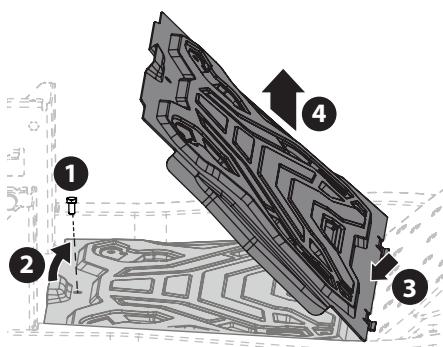

Figure 34
- À l'aide de l'outil multiple (le cas échéant) ou d'une douille de 1,25 cm (1/2 po), retirez la vis à tête hexagonale (a) qui maintient le panneau de plancher en place (la partie 1 de la Figure 34).
- Soulevez délicatement l'arrière du panneau de plancher (la partie 2 de la Figure 34).
- Faites glisser le panneau de plancher vers l'arrière pour libérer l'avant du panneau de plancher (la partie 3 de la Figure 34).
- Soulevez-le et retirez-le du tracteur (la partie 4 de la Figure 34).